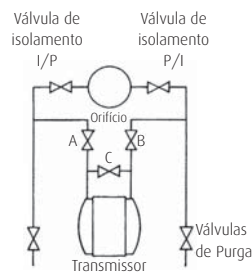
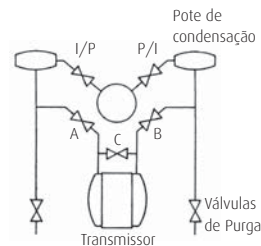

Figura 14 - Diagrama de instalação de um orifício para líquidos de baixa pressão.
Figura 15 - Diagrama de instalação de um orifício para vapor de baixa pressão
As conexões entre as tomadas da placa de orifício e o conversor de pressão diferencial devem ser adequadas ao fluido a medir (ver na Figura 14, a conexão típica para fluidos líquidos de baixa pressão). Repare-se nas válvulas de isolamento entre o elemento primário (P) e as linhas de impulso (I) que estão cheias de líquido do processo. Note-se que também devem existir válvulas de purga. Com o objectivo de isolar o instrumento existem 3 válvulas que constituem o que se denomina um *manifold*. Este tem dupla missão: isolar o instrumento do processo para manutenção e igualar as pressões nas câmaras do instrumento no arranque da instalação.
A Figura 15 representa o diagrama de instalação de uma placa de orifício para vapor de baixa pressão. De assinalar que para a medida de caudais de vapor com transmissores de fole é necessário dois potes de condensação, que têm por finalidade manter constante o nível do vapor condensado que enche as linhas de impulso. Isto não é necessário nos transmissores de diafragma uma vez que têm deslocamento volumétrico desprezível. A sequência das linhas de impulso para o transmissor é análoga à da Figura 14.